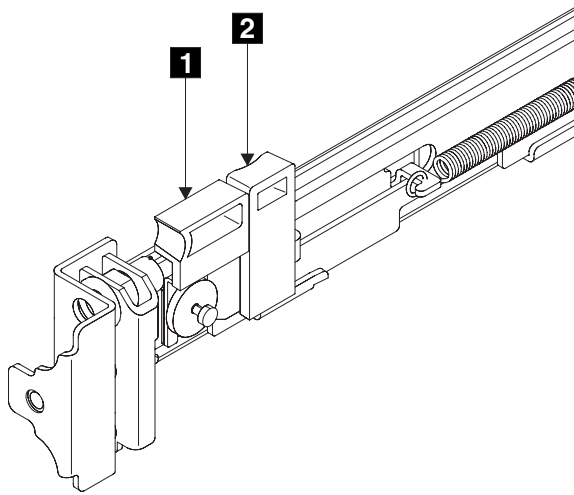

図 103. ラッチ・ロック・キャリアを引っ込める
2. ラッチ・レバー **1** (図 103) の側面に人差し指を置き、親指をラッチ・ロック **2** の正面に置きます。